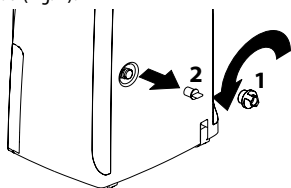

Fig. 2
- 1) Retirez le capuchon de vidange en continu **1** en tournant dans le sens antihoraire, puis retirez la bonde **2** en caoutchouc de la goulotte (Fig. 2).
**Note:** Lorsque vous retirez la bonde **2**, on pourrait avoir de fuites d'eau (Fig. 2).